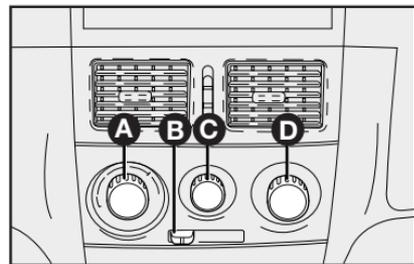

fig. 62
COMANDOS - fig. 62
1) Mando para la temperatura del aire **A-fig. 62** totalmente posicionado a la izquierda.
2) Cursor del ventilador **C-fig. 62:** posicionado en la velocidad máxima.
3) Mando para la distribución del aire **D-fig. 62** indicador en , para controlar que todas las salidas de aire estén abiertas.
4) Conecte el aire acondicionado abriendo el selector **C-fig. 62**.
El aire acondicionado es muy útil para acelerar el desempañamiento porque deshumece el aire. Es suficiente regular los mandos para la función de desempañamiento, y activar el aire acondicionado, presionando el pulsador **C-fig. 62**.
1) Acondicionador de aire conectado **C-fig. 62**.